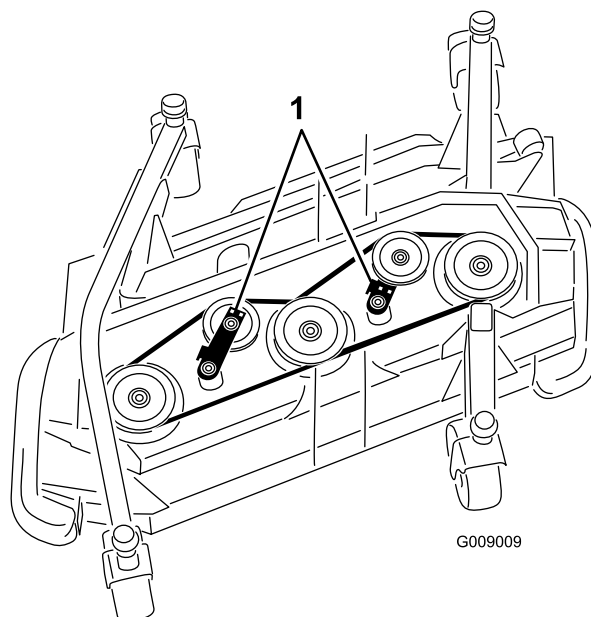

Figura 130
5. Con una leva a cricchetto o uno strumento simile, allontanate le pulegge tendicinghia dalla cinghia di trasmissione per allentare la tensione della cinghia e staccarla dalle pulegge (Figura 130).